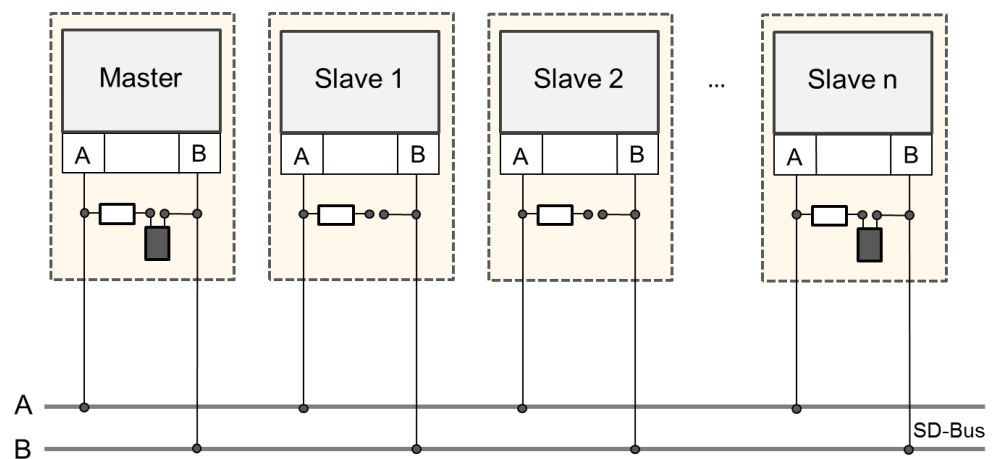

Abbildung 6: modulares Dosiersystem mit SD-Bus
- Die Leitung des SD-Bus muss eine paarig verdrehte (twisted pair = TP) Leitung sein. Die maximale Leitungslänge beträgt 500m. Die Verlegung der Busleitung erfolgt von Teilnehmer zu Teilnehmer möglichst ohne Stichleitungen. (siehe Abbildung 6: modulares Dosiersystem mit SD-Bus)